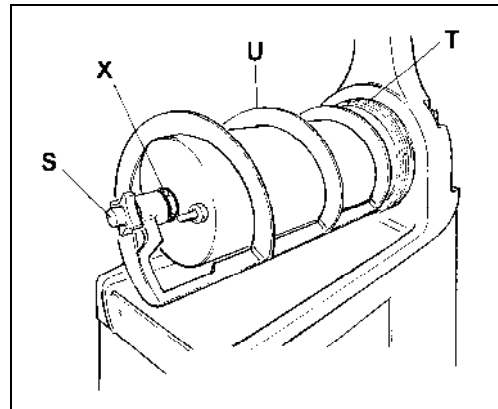

Fig. 18
- Svitare il pomello di fissaggio S in senso orario (filettatura sinistra) e procedere all'estrazione del gruppo di miscelazione U e delle guarnizioni di tenuta X e T (vedi fig.18).
- Procedere al rimontaggio del gruppo di miscelazione (fig.18) attenendosi alle seguenti operazioni: